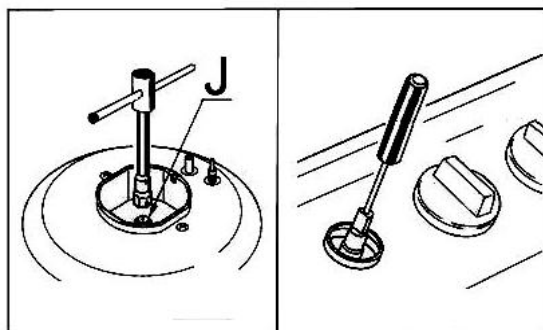

Рис.10
- Выверните жиклеры «J» (см. рис. 10) торцевым ключом на 7 мм и замените их подходящими
- Вставьте маленькую отвертку с плоским жалом в стержень вентиля (См. рис.10). В вентилях, оборудованных предохранительным клапаном системы «газ-контроль», регулировочный винт может находиться снаружи стержня вентиля.